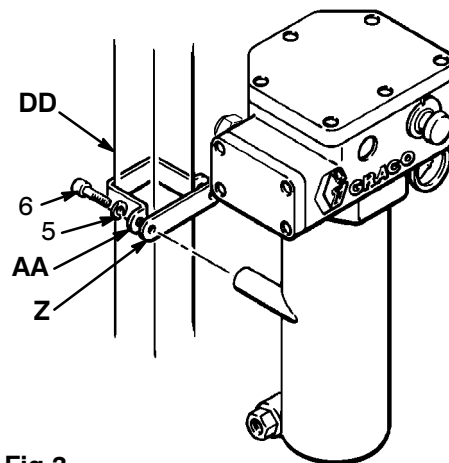
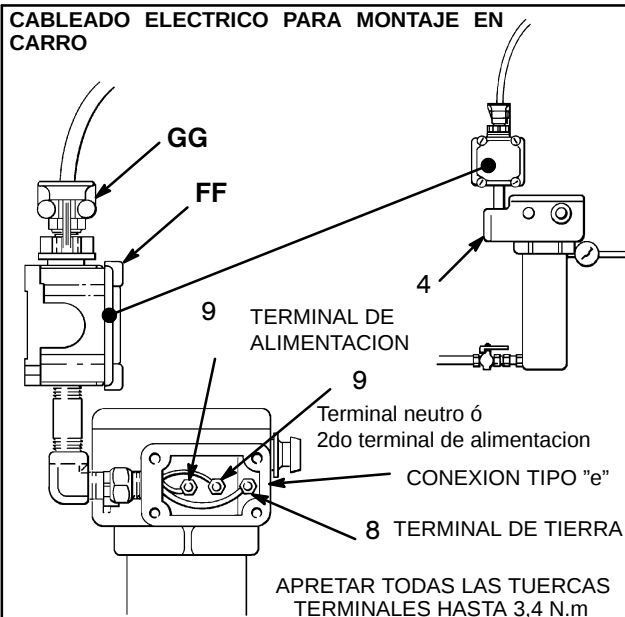

Fig 3
Fig 5
4. Montaje mural (véase Fig. 3)
- a. Utilizar el soporte mural (44) como patrón para marcar la pared.
- b. Utilizar pernos (6) M8 x 1,25 x 30 mm y arandelas de bloqueo (5) suministrados para montar el soporte en los cuatro sujetadores de montaje del calentador (BB).
- c. Utilizar pernos M8 de longitud adecuada y arandelas retén (CC) - no suministradas - para montar el soporte en la pared.
5. Montaje en carro (véase Fig. 3)
- b. Colocar las abrazaderas (AA) alrededor del poste vertical (DD) del carro y fijarlo a las barras de montaje del calentador (Z) con pernos (6) M8 x 1,25 x 30 mm y arandelas retén (5), como se muestra en la figura.
- c. Observar las clases de temperatura para el cable de alimentación hasta la conexión terminal. El cable H07RN NO cumple con los 105°C requeridos. Puede ser necesaria una conexión intermedia de tipo "e". Véase también la Fig. 5.
Cableado eléctrico (véase Fig. 5)
Véase la Fig. 5 para conectar los conductores eléctricos a los terminales correspondientes. Apretar todas las tuercas de terminales hasta 3,4 N.m. Los conductores utilizados para la conexión de la alimentación deben soportar como mínimo 105°C.